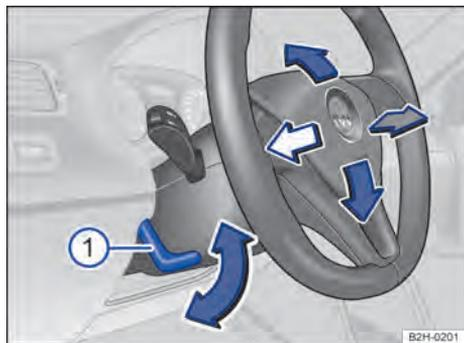

Fig. 54 Ajuste mecánico de la posición del volante.
- Presione la palanca hacia abajo → Fig. 54 ①.
- Después del ajuste, presione siempre la palanca → Fig. 54 ① firmemente hacia arriba para que no se modifique accidentalmente la posición del volante durante la marcha.